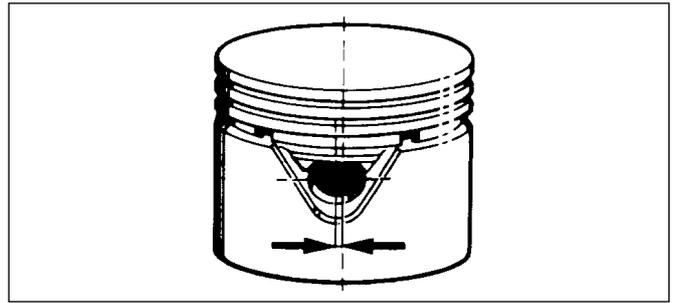

Abb. 24
**Einbau des Kolbens (Abb. 24 und 25)**